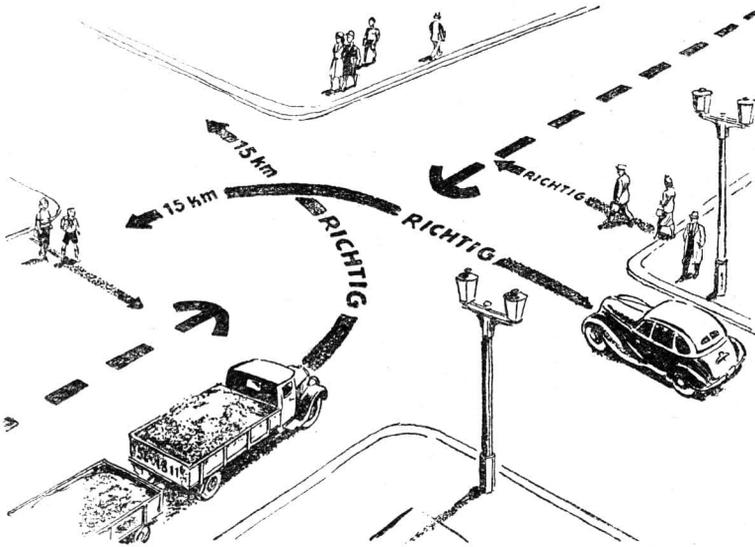

Bild 150. Bei unterbrochener Trennungslinie darf sowohl gekreuzt als auch nach links abgebogen werden
- § 4 Die Geschwindigkeit beim Einbiegen an Straßenkreuzungen und -einmündungen sowie beim Verlassen des Kreisverkehrs darf 15 km/h nicht überschreiten (s. Bild 150 und 151). Das Ein- und Ausfahren von Kraftfahrzeugen in oder aus Grundstücken ist nur mit Schrittgeschwindigkeit gestattet. Bei der Ausfahrt ist beim Erreichen der Hausfluchtlinie anzuhalten. Die Weiterfahrt hat mit größter Rücksicht auf den Fußgänger- und Fahrzeugverkehr zu erfolgen. Beim Ausfahren von Lastzügen aus Grundstücken ist ein Sicherheitsposten dann aufzustellen, wenn ein Überfahren der Trennungslinie unvermeidlich ist.